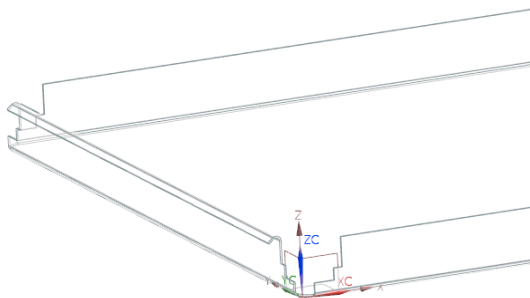

图 2-51 创建弯边特征 6
(5) 在“弯边”对话框中, 单击  按钮, 创建弯边特征 6, 如图 2-51 所示。